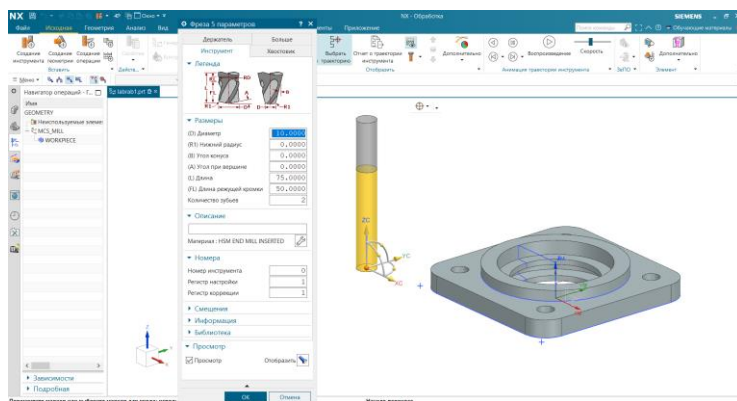

Рисунок 1.10 – Диалогове вікно «Фреза»
7) Задайте різальний інструмент, використовуючи команду «Создать инструмент» (рис. 1.9). З'явиться діалогове вікно (рис. 1.10). Інструменти згруповані по типах. Тип `mill_planar` нас влаштує. Підтип вказуємо `MILL`(кінцева фреза). В якості місця розташування вкажіть `GENERIC_MACHINE`, задайте ім'я `MILLD10`. Натисніть `OK`.
Задайте діаметр **8** мм (рис. 1.10). Інші параметри залишимо за умовчанням.